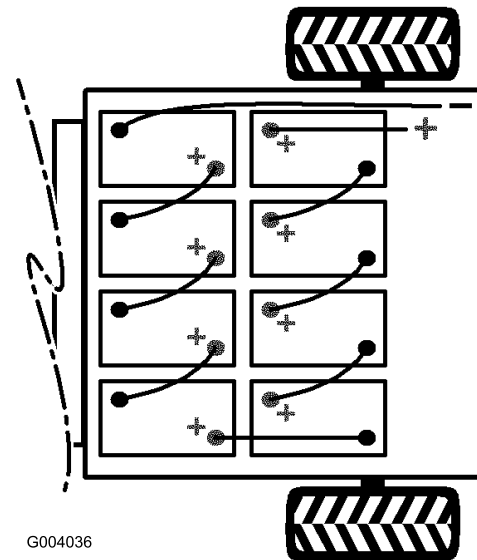

Figura 28
2. Desconecte del borne de la batería el cable negro largo (negativo) que va desde el banco de baterías al vehículo (Figura 28).
3. Desconecte del borne de la batería el cable rojo largo (positivo) que va desde el banco de baterías al vehículo (Figura 28).
Nota: Preste atención a la polaridad de las baterías al instalar las baterías nuevas (Figura 28).
9. Conecte las baterías entre sí con los cables retirados anteriormente, según se muestra en Figura 28.
10. Conecte el cable rojo largo (positivo) entre el banco de baterías y el vehículo (Figura 28).
11. Conecte el cable negro largo (negativo) entre el banco de baterías y el vehículo (Figura 28).